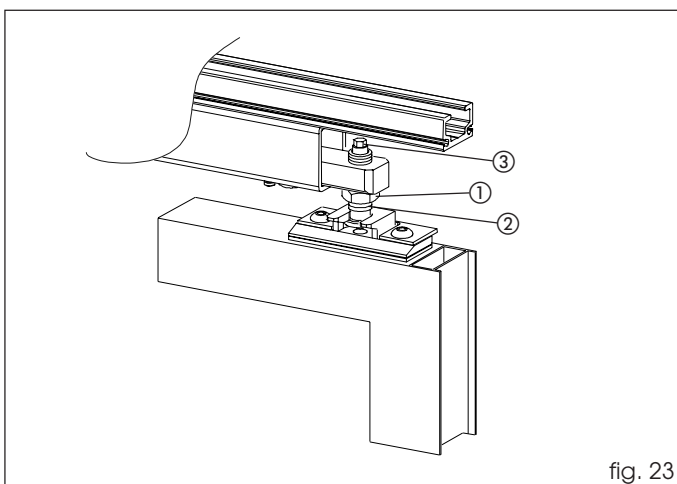

fig. 23
Desserrer l'écrou (fig. 23 réf. ①) et régler la hauteur du groupe de déverrouillage antipanique (rif. ②). Agir sur la vis à tête hexagonale (rif. ③) pour régler la dureté du décrochage du vantail mobile.